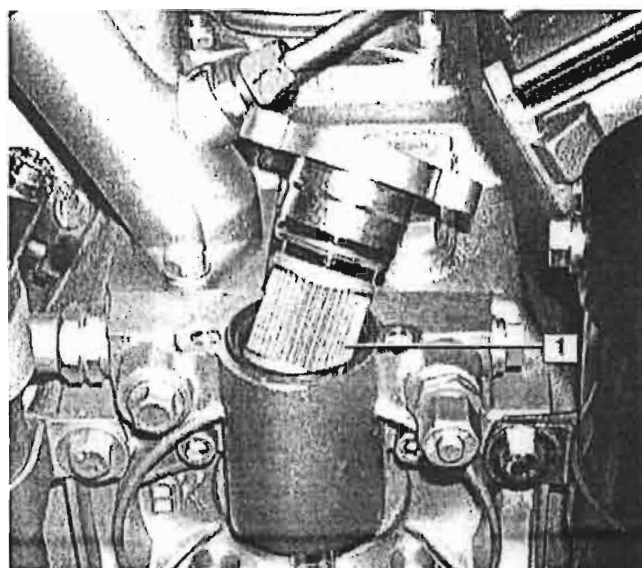

Рис. 23 Замена масляного фильтра
- Выньте масляный фильтр (1, Рис. 23) из резиновой прокладки на крышке.